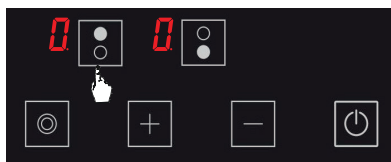

Figure 15
2. Appuyez à nouveau sur la touche de sélection de la plaque de cuisson supérieure (  ). (Voir Fig. 15)